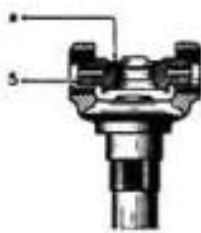

Fig. 28. — Mise en place sur fusée du croisillon.
Monter le croisillon (5). La partie évidée « a » doit être orientée comme indiqué sur la figure 28.